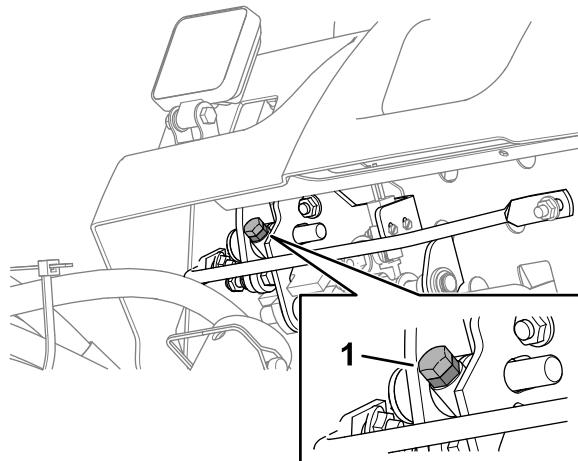

Figura 89
- Per diminuire la velocità di tosatura, ruotate la vite di arresto della velocità (Figura 89) in senso orario.